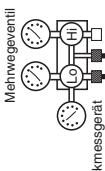

Abb. 7-1
- Zusätzliches Kühlmittel (berechnet entsprechend der Flüssigkeitsleistungslänge, wie in Abschnitt 1-4 Leistungsgröße beschrieben) über das Wartungsventil an der Flüssigkeitsleitung einfüllen. (Abb. 7-1)